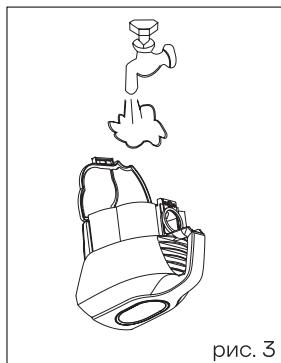

рис. 3
- Промывайте HEPA-фильтр (25), направляя струю воды на внешнюю сторону HEPA-фильтра (25).
- Промойте контейнер-пылесборник (12), вытрите его и просушите (Рис. 3).